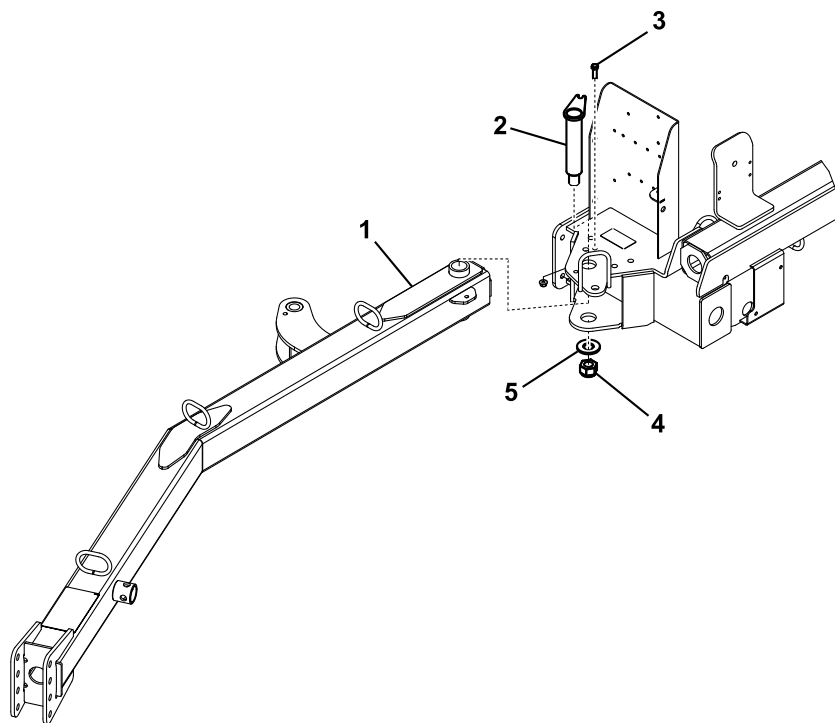

Figura 3
1. Inserite l'estremità posteriore del timone di traino tra le piastre di fissaggio della spazzatrice e allineate i fori di fissaggio (Figura 3).
2. Inserite il perno di traino attraverso le piastre di fissaggio e il timone di traino (Figura 3).
3. Fissate la parte superiore del perno di traino alla piastra di fissaggio con un bullone da 3/8 x 1-1/4 pollici e un dado di bloccaggio da 3/8 pollici (Figura 3).
4. Fissate la parte inferiore del perno di traino con una rondella grande, un dado grande e una vite a pressione a testa quadra (Figura 3).